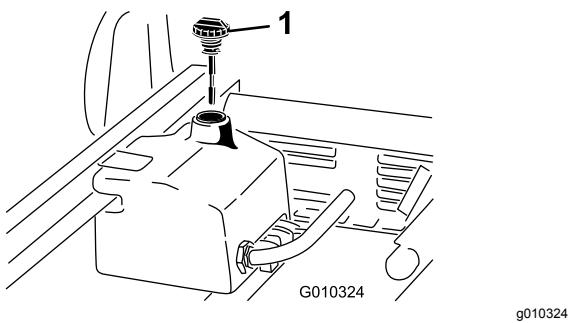

Figure 65
- Nettoyez la surface autour du goulot et du bouchon de remplissage du réservoir hydraulique (Figure 65).
- Sortez la jauge (Figure 65) du goulot de remplissage et essuyez-la sur un chiffon propre.